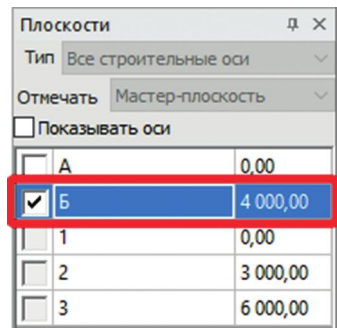

рис. 120
8. На панели **Плоскости** (рис. 120) выберите **ось Б**. После этого передний фронтон скопируется на ось Б.